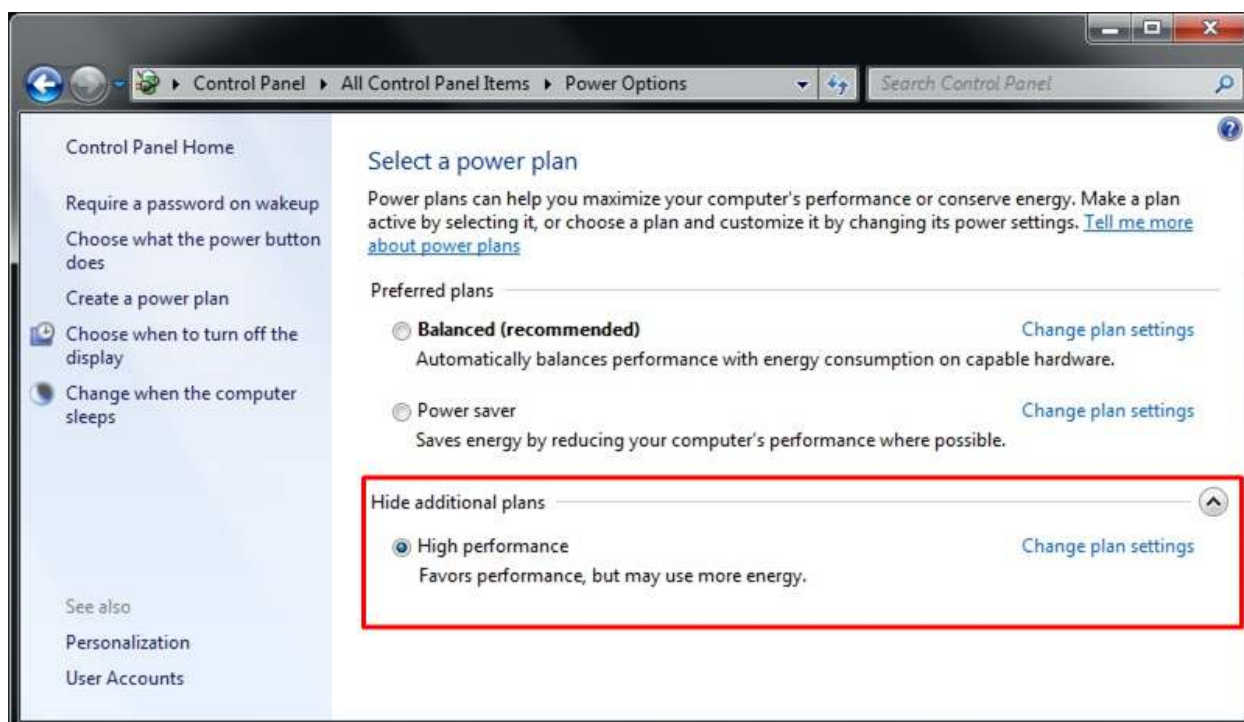

図 3-6: 高パフォーマンス・オプションの設定
- 電源プランの選択にて、図 3-6 のように高パフォーマンスに設定します。